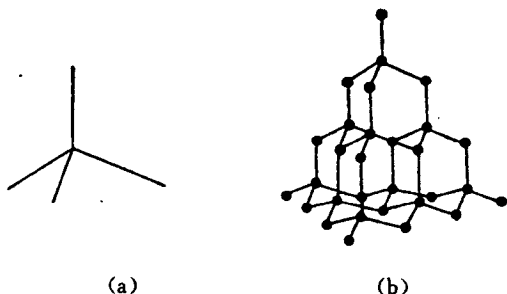

图 1.2 金刚石晶体结构模型框架
(1)框架制作:取两根长均为154mm铁丝,先在中点处将铁丝弯成夹角为 $109^{\circ}28'$,于曲点外部用小锉将其中一根锉出小凹槽,另一根锉出小凸面,使凹凸处能相互吻合,再焊接成如图1.2(a)所示形状,共焊制12个,然后由下往上将它们焊成如图1.2(b)所示金刚石晶体立体结构。